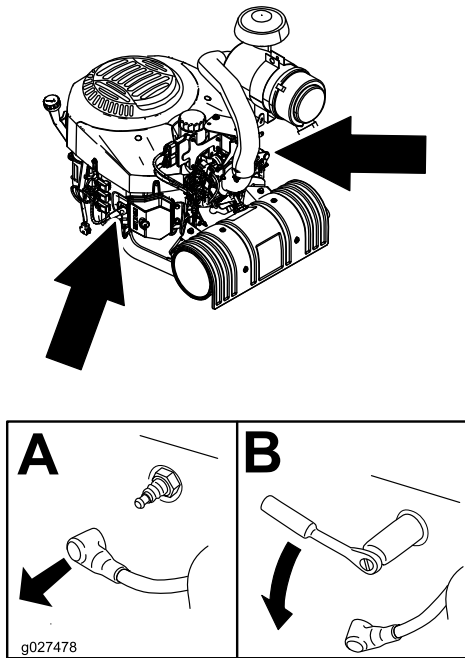

Figura 36
3. Localice y retire la(s) bujía(s), tal y como se muestra en la Figura 36.